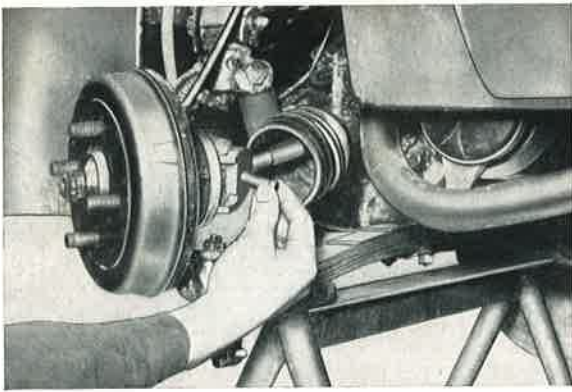

Bild 381: Nach Entfernen des Splintes auf einer Seite des Bolzens wird dieser aus dem Scharniergelenk gezogen.
6. Bolzen des Scharniergelenks entsplinten und Bolzen herausnehmen (Splintzange) (Bild 381).